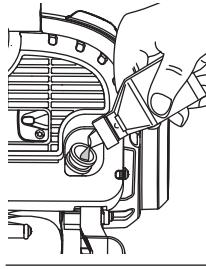

Fig. 20
- Versez l'huile de l'orifice de remplissage dans un récipient en inclinant l'appareil à la verticale (Fig. 20). Allouez assez de temps pour une vidange complète.